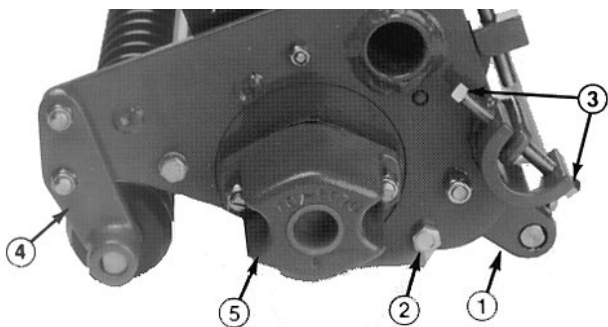

Fig. 10
1. Togliere la vite mordente ed il dado che fissano la staffa dell'altezza di taglio del rullo posteriore sulla piastra laterale da ambo i lati dell'apparato falciante (Fig. 10).
4. Togliere i bulloni di montaggio della controbarra dai lati dell'apparato falciante (Fig. 10), quindi allentare le viti di regolazione della controlama sui lati dell'apparato falciante (Fig. 10). Rimuovere il gruppo controlama girandolo ed allontanandolo dal cilindro.
1. Togliere i controdadi che fissano le staffe del rullo anteriore sulle piastre laterali ai lati dell'apparato falciante (Fig. 10).
1. Togliere i dadi di montaggio dal cappello terminale del contrappeso e rimuovere quest'ultimo dai prigionieri di montaggio (Fig. 10).
2. Togliere il cappello terminale del contrappeso (Fig. 10).